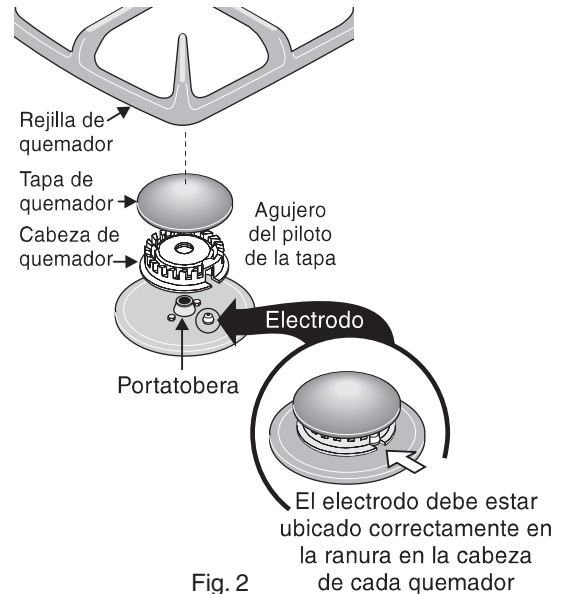

Fig. 2
2. Aparee la letra estampada en la Falda de la Hornilla con la Cabeza de la Hornilla y el Casquillo de la Hornilla. Cada una de las Cabezas de Hornilla DEBEN tener un Casquillo de Hornilla para asegurar un encendido apropiado y el tamaño de la llama de gas. Nota: Los electrodos de Hornilla deben ser apropiadamente colocados en la ranura de cada Cabeza Hornilla (Ver Fig. 2).